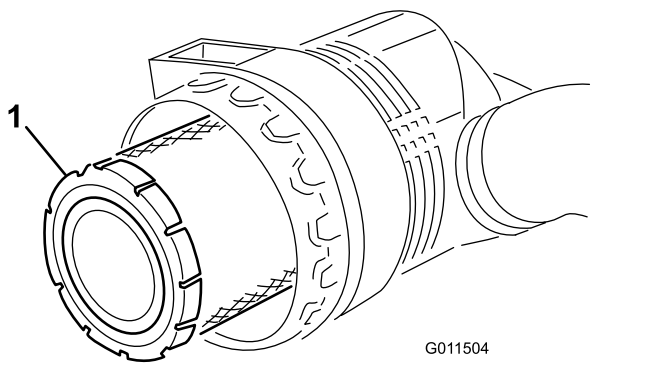

Figura 76
5. Togliete il filtro primario e sostituitelo (Figura 76).